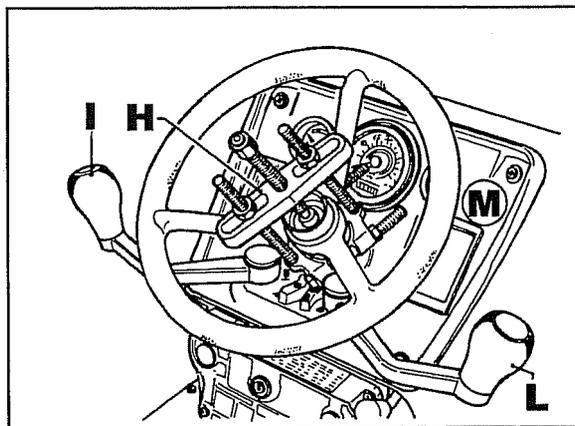

Fig. 6
- b. Enlever le volant à l'aide d'un extracteur (**H**) comme celui qui est illustré dans la fig.6.
- c. Enlever le levier de commande du réducteur **I** et de commande des vitesses **L**, enlever le tableau de bord **M** (fig.6).